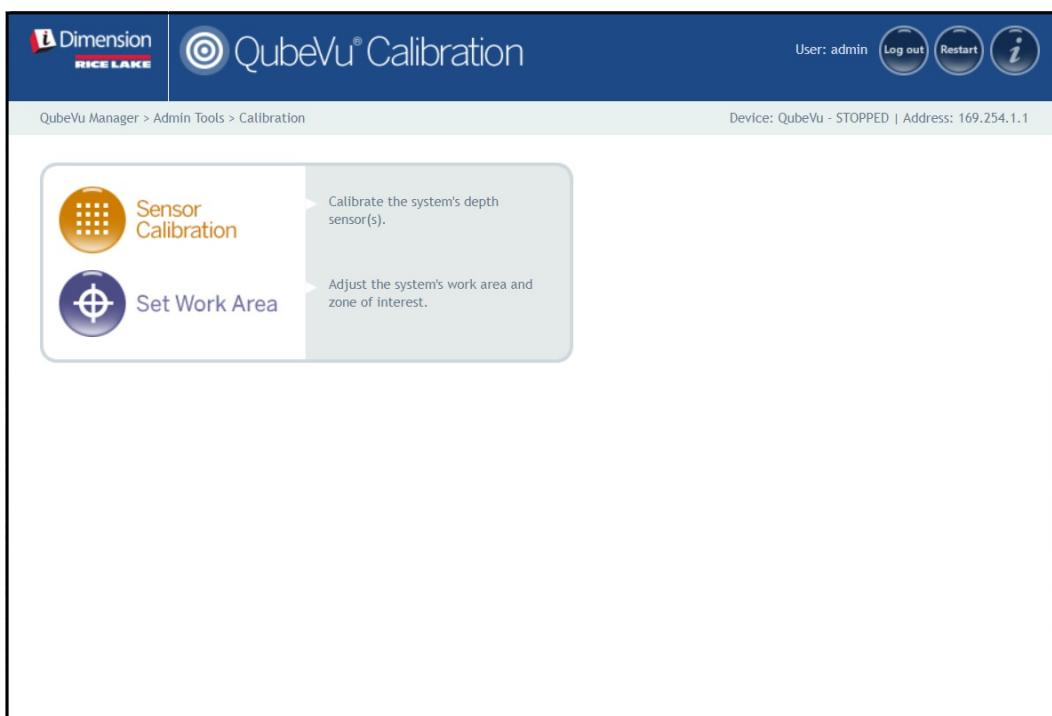

Figura 6-2. Menu Calibration (Calibrazione)
1. Selezionare  nel menu **Calibration** (Calibrazione) (Figura 6-2 a pagina 45).
- Selezionare  **Sensor Calibration** nel menu **Calibration** (Calibrazione) (Figura 6-2 a pagina 45).